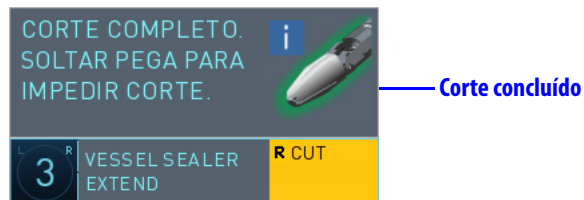

Figura 2.12 Extensão de Selador de Vasos – corte ativado e corte concluído
3. Pressione e solte o pedal amarelo associado uma segunda vez para cortar o tecido. Depois que a lâmina de corte for acionada, ela **não pode ser parada**. Leva aproximadamente 0,5 segundo para concluir o corte. O sistema da Vinci emite um sinal audível, e uma mensagem aparece (na parte inferior do visualizador 3D), indicando que o corte está concluído (Figura 2.12). Observe que o braço do instrumento permanece bloqueado e não se movimentará após o corte até que a pega do controle manual seja solta.